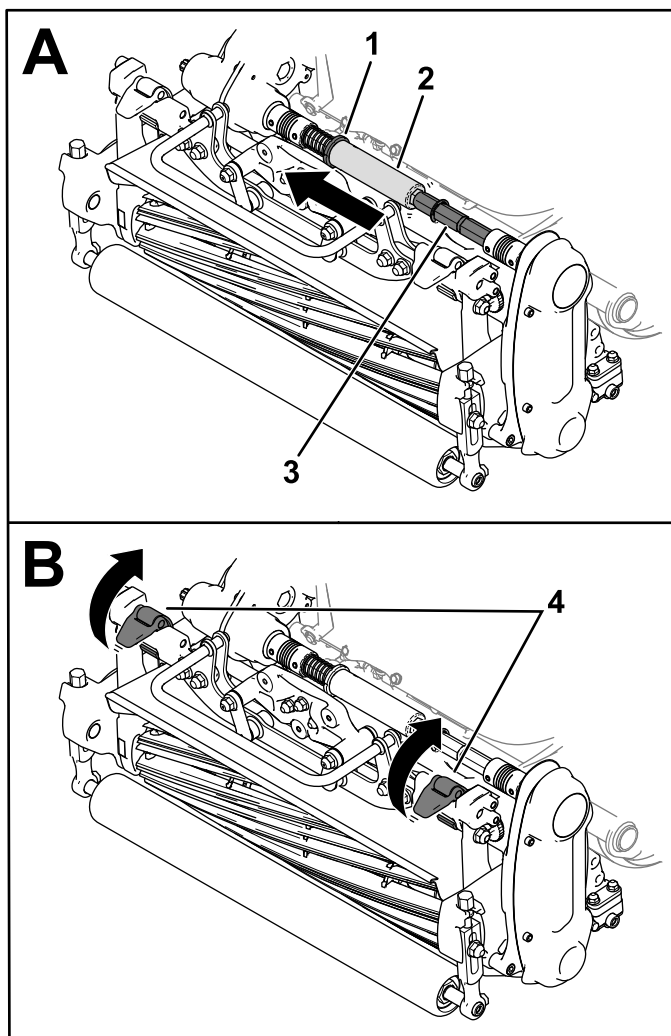

图 42
- 将环圈图 42 移动到变速箱轴槽中。
- 将六角管道从滚刀组联轴器轴上滑下图 42。
5. 向上移动悬挂门锁以从机器上松开滚刀组图 42。